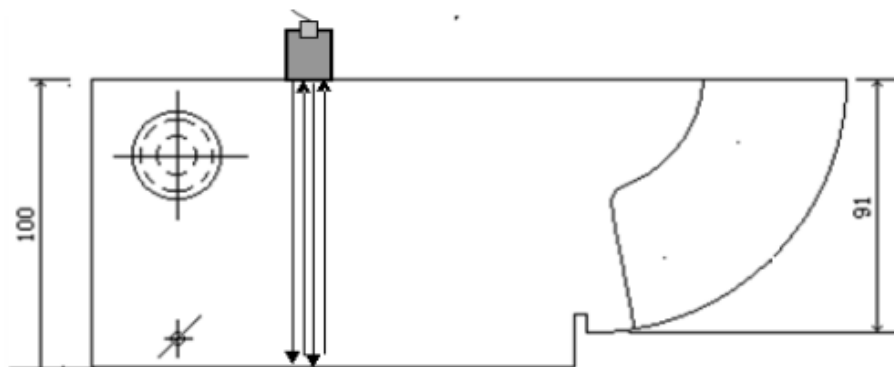

Abb. 5 Kalibrierung der Verzögerung von Senkrecht-Prüfköpfen
1. Prüfkopf mit Koppelgel auf Kalibrierkörper aufsetzen (s. Abb. 5).